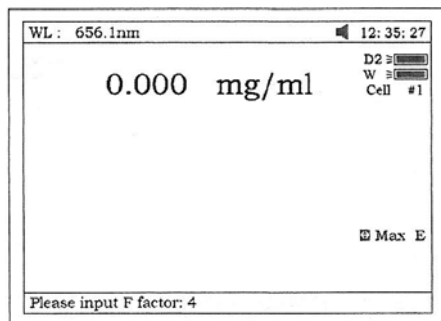

Fig 23
- 1) Presione [F3] para ingresar el valor F conocido, Fig 23. Entonces, empuje la muestra dentro del paso del haz de luz para tomar la lectura de la concentración. Empuje la muestra de concentración conocida dentro del paso del haz de luz.